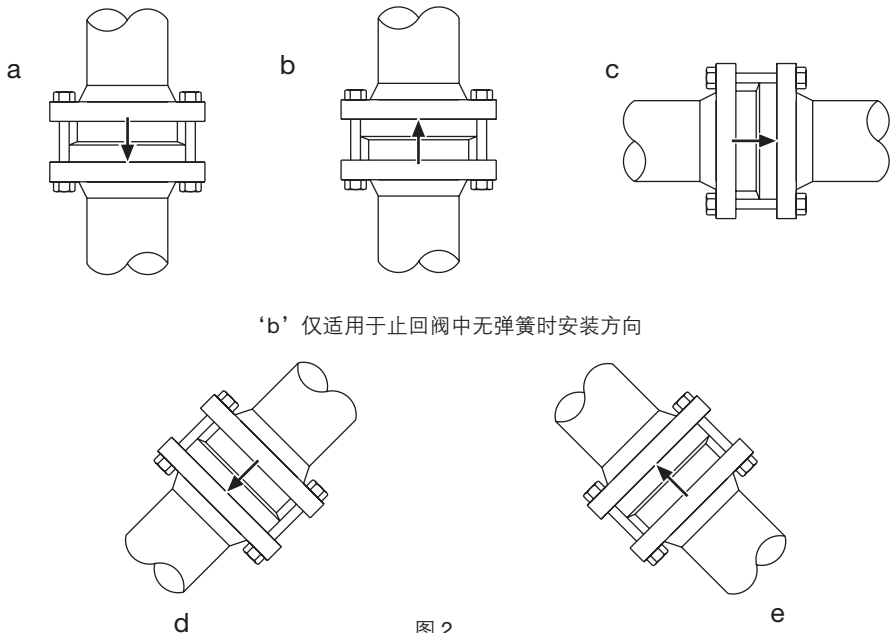

图 2
**3.5** 碟片式止回阀安装在两个管道阀兰之间（见图 2）。标准垫片，长螺栓或螺柱用于阀门两边。